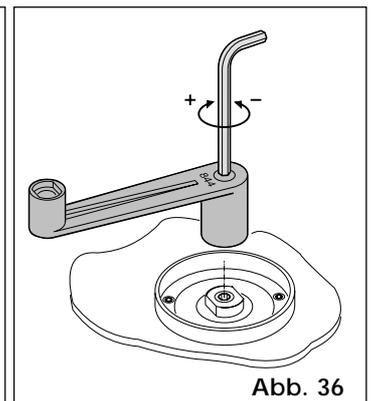

Abb. 36
- 3) Antriebswelle mit beigestelltem Hebel kontern und Einstellschraube der Kupplung gemäß Abb. 36 einregeln. Einstellschraube zur Erhöhung des Drehmoments im Uhrzeigersinn drehen. Einstellschraube zur Verringerung des Drehmoments gegen den Uhrzeigersinn drehen.